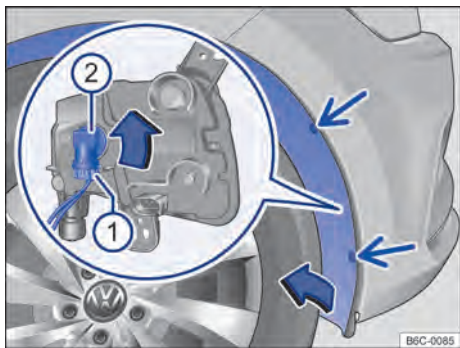

Fig. 137 Na caixa de roda dianteira: acesso à lâmpada incandescente do farol de neblina.
- 2 Remover os parafusos de fixação do revestimento da caixa de rodas → Fig. 137 (setas) com o auxílio de uma chave de fenda.
- 5 Retirar o conector de alimentação da lâmpada → Fig. 137 **1**, pressionar, ao mesmo tempo, a trava de fixação do conector.
- 6 Girar o soquete da lâmpada → Fig. 137 **2**, no sentido anti-horário até o batente, e desencaixá-lo do alojamento.
- 13 Recolocar os parafusos de fixação → Fig. 137 (setas) e apertá-los.